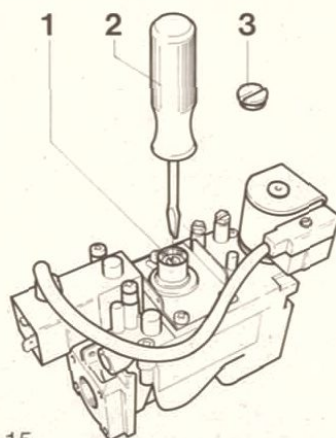

fig. 15
- e) Regolare la pressione ugelli con la vite di regolazione (2 fig. 15):